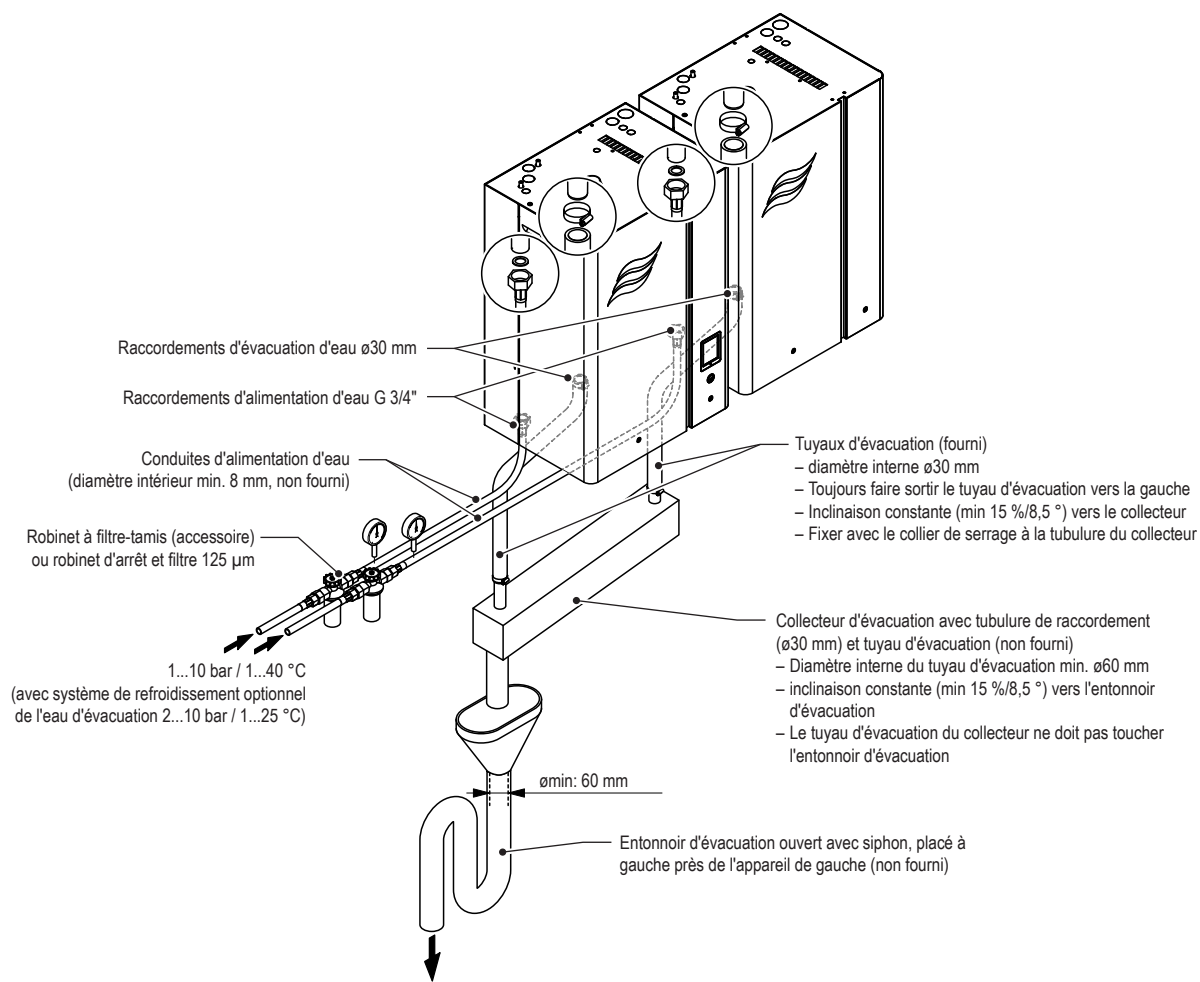

Fig. 23 : Aperçu de l'installation hydraulique pour appareils doubles Moyens ("M")
- Toujours faire sortir vers la gauche le tuyau d'évacuation fourni du raccord d'évacuation puis le faire descendre jusqu'à l'entonnoir d'évacuation (voir Fig. 23).
- Sur les appareils doubles, raccorder les tuyaux d'évacuation sur un tube collecteur à l'aide de colliers de serrage en suivant une inclinaison constante (min. 15 %/8,5°) et diriger l'écoulement du tube collecteur dans un entonnoir d'évacuation en suivant également une inclinaison constante (min. 15 %/8,5°) (voir Fig. 23). L'entonnoir d'évacuation doit être placé à gauche, à côté de l'humidificateur d'air à vapeur, afin d'éviter des dommages de vapeur sur l'appareil.